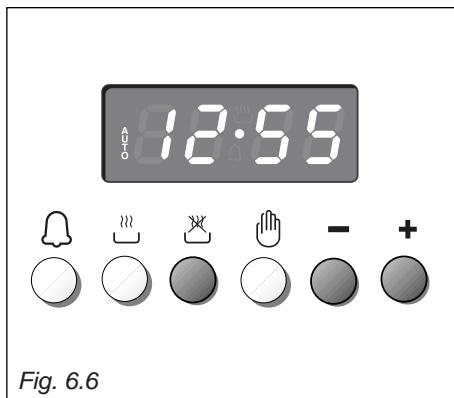

Fig. 6.6
2. Déterminer l'heure d'arrêt de la cuisson en pressant le poussoir  (ceci fait paraître le temps de cuisson déjà sommé à l'heure de la montre) et le poussoir  (fig. 6.6); si l'heure a été dépassée, reculer en pressant le poussoir .